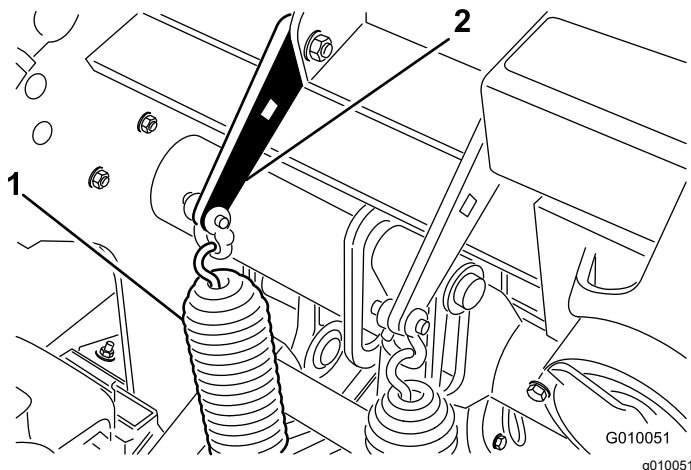

Bild 27
2. Lösen Sie die Muttern der Schlossschraube, mit denen die Federhalterungen am Aerifizierkopf befestigt sind (Bild 27). Nicht entfernen.